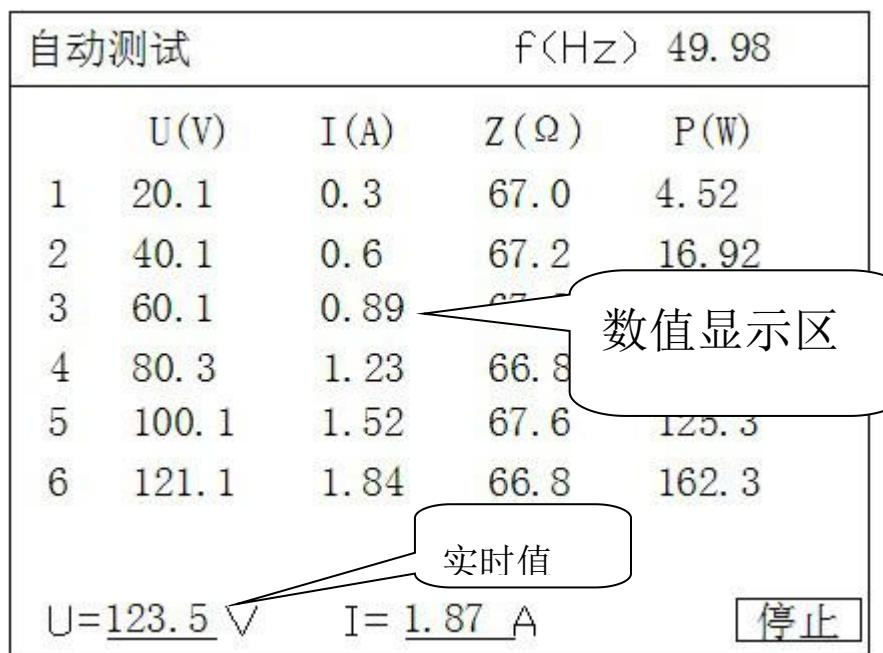

图4 自动测试界面
- 3) 根据试验需要将以上参数设置好，移动光标选择“开始试验”后即可进入如图4所示“自动测试”界面。